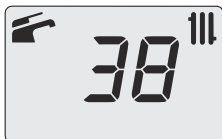

Рисунок 6.6
- На РК-дисплеї відображається температура котла (первинний контур) і символи  і  (Рисунок 6.6).